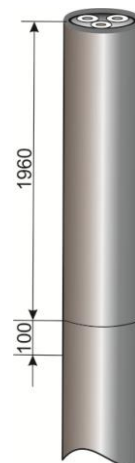

Рис.1
1. Распрямить конец кабеля на длине не менее 2050мм. На расстоянии 1960мм от конца кабеля выполнить кольцевой надрез на оболочке кабеля. Зачистить оболочку наждачной бумагой на длине не менее 100мм (Рис.1).